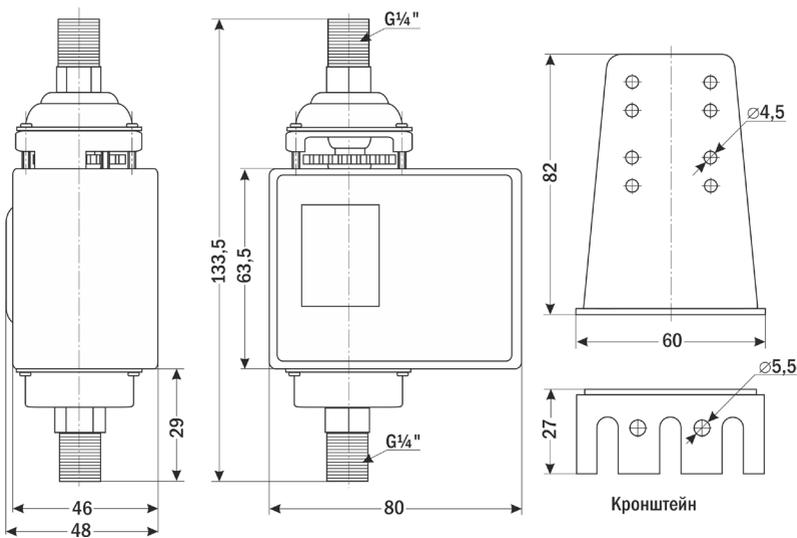

Рис. 4. Габаритные и присоединительные размеры реле перепада давления ДР-ДД-06
- 1.2. Закрепите реле на стационарной поверхности с помощью кронштейна (рис. 4) и установочных винтов, входящих в комплект поставки.